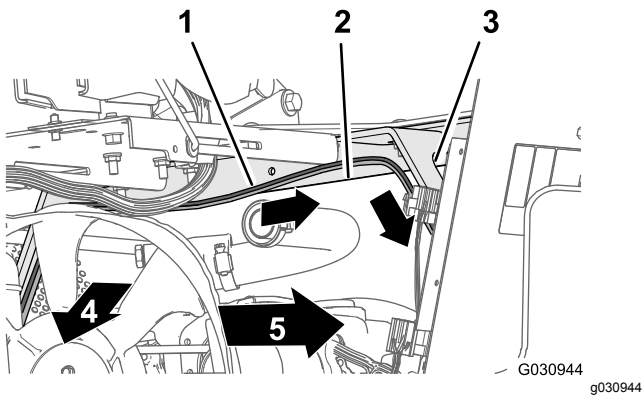

Bild 110
- Verlegen Sie den 165-cm-Zweig des Kabelbaums nach über den Sitzkastenwinkel und nach unten entlang der linken Stütze für die Motorhaube (Bild 110).